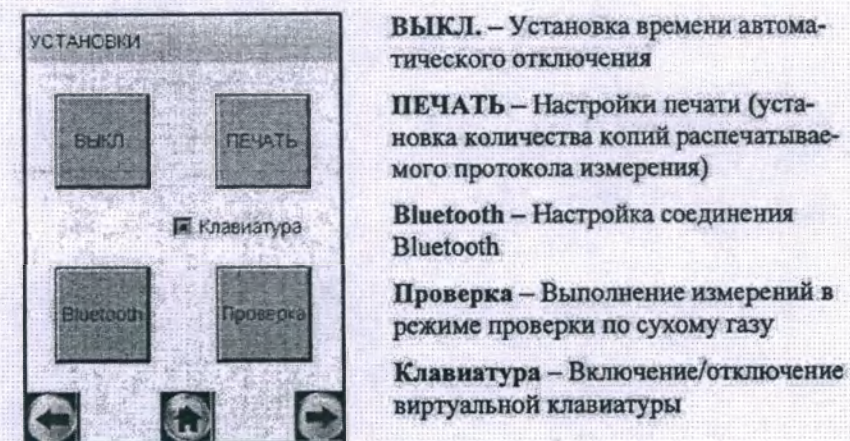
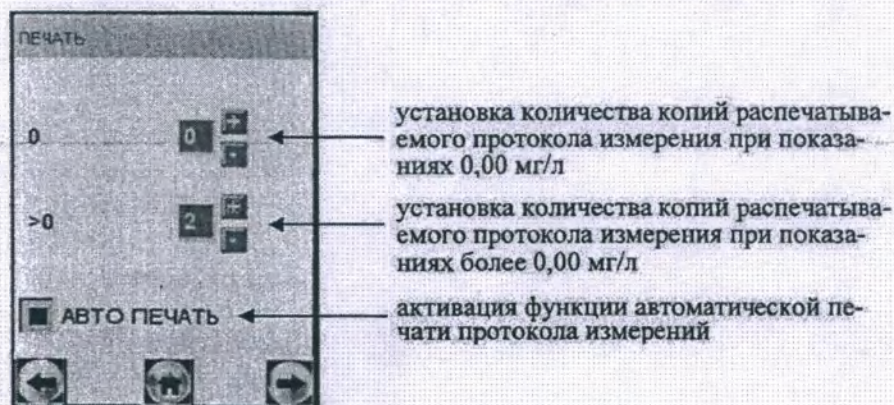

Рисунок 7 – Меню установок пользователя
Рисунок 9 – Настройки печати
2.5.4 Для входа в меню «Установки пользователя» войдите в меню настроек по 2.5.2 настоящего РЭ, далее нажмите на виртуальную кнопку «Установки пользователя». На сенсорном экране появится меню, состоящее из пяти пунктов (рисунок 7).
Для настроек автоматического отключения войдите в меню «Установки пользователя» (согласно 2.5.4 настоящего РЭ) и выберите пункт «ВЫКЛ.» (рисунок 7).
Имеется возможность устанавливать различное количество копий распечатываемого протокола измерения для двух случаев: при показаниях 0,00 мг/л, и при показаниях более 0,00 мг/л (рисунок 9).
2.5.7.3 Перейдите в меню «Установки пользователя» (согласно 2.5.4 настоящего РЭ), далее нажмите на кнопку «ПЕЧАТЬ» (рисунок 7), на экране появится окно «ПЕЧАТЬ» (рисунок 9).
Для того чтобы печать протокола измерений в заданном количестве копий производилась автоматически после предъявления результата измерения на экране, следует активировать функцию автоматической печати, нажав на квадратик «АВТО ПЕЧАТЬ» (рисунок 9).